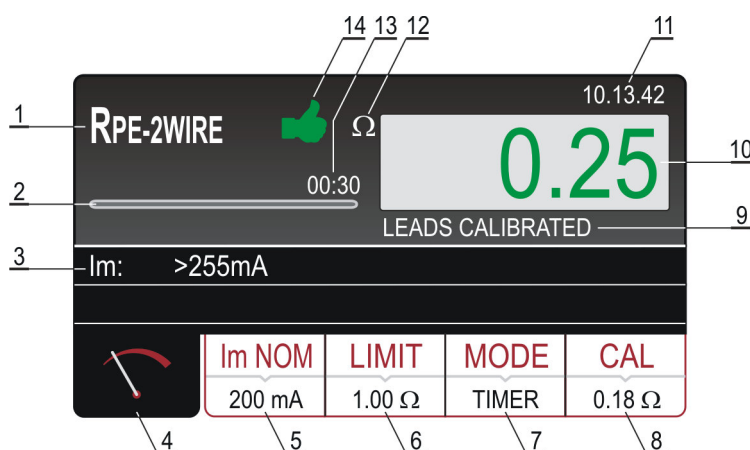

Abb. 5: Bildschirmseite der RPE-2WIRE Testergebnisse
- 8) Messen Sie durch Drücken der **START/STOP** Taste. Das Messergebnis wird auf dem Display in grün (Ergebnis niedriger oder gleich dem eingestellten Grenzwert) oder in rot (Ergebnis höher als der eingestellte Grenzwert) erscheinen. Das Endergebnis wird zusammen mit dem grünen Symbol und einem Signalton (Ergebnis OK) oder zusammen mit dem roten Symbol und einem längeren Signalton (Ergebnis nicht OK) angezeigt. Die Abbildung 5 zeigt ein Beispiel der Bildschirmseite mit den Messergebnissen.